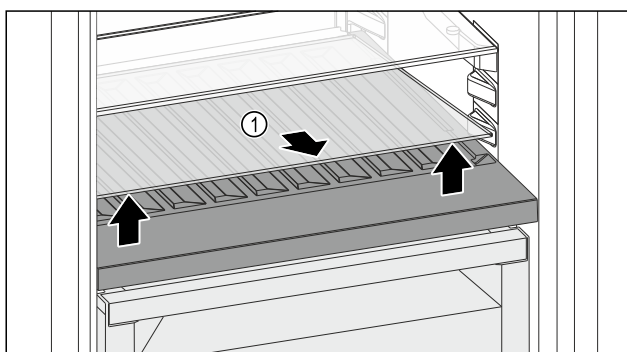

Fig. 123
- Skleněnou desku Fig. 123 (1) zvedněte za vybrání vpředu a vyjměte ji.
- Skleněnou desku Fig. 123 (1) uložte bezpečně mimo spotřebič.